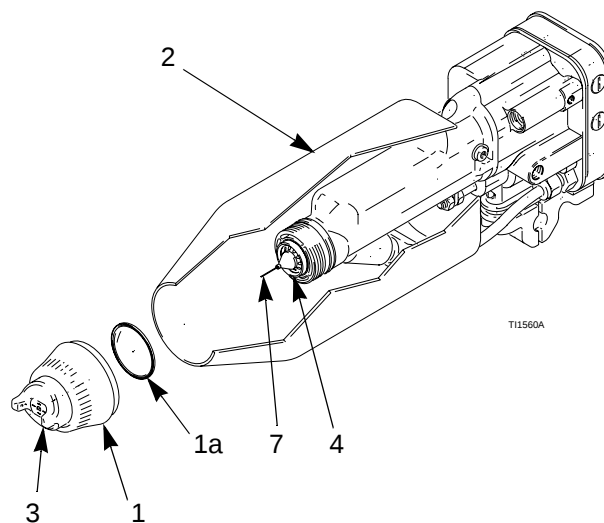

Fig. 13. Rengör luftmunstycket och vätskemunstycket
2. Demontera luftmunstycke (1, 3) och hölje (2). Se Fig. 13.
3. Torka rent munstycket (4), hölje (2) och utsidan på pistolen med en trasa fuktad med lösningsmedel. Undvik att få in lösningsmedel i luftkanalerna. Rikta om möjligt pistolen nedåt under rengöringen.
4. Demontera pistolen från matningarna för service om det verkar finnas färg inuti vätskemunstyckets (4) luftkanaler.
5. Rengör luftmunstycket (3) med en mjuk borste och lösningsmedel eller lägg munstycket i lämpligt lösningsmedel och torka av det.